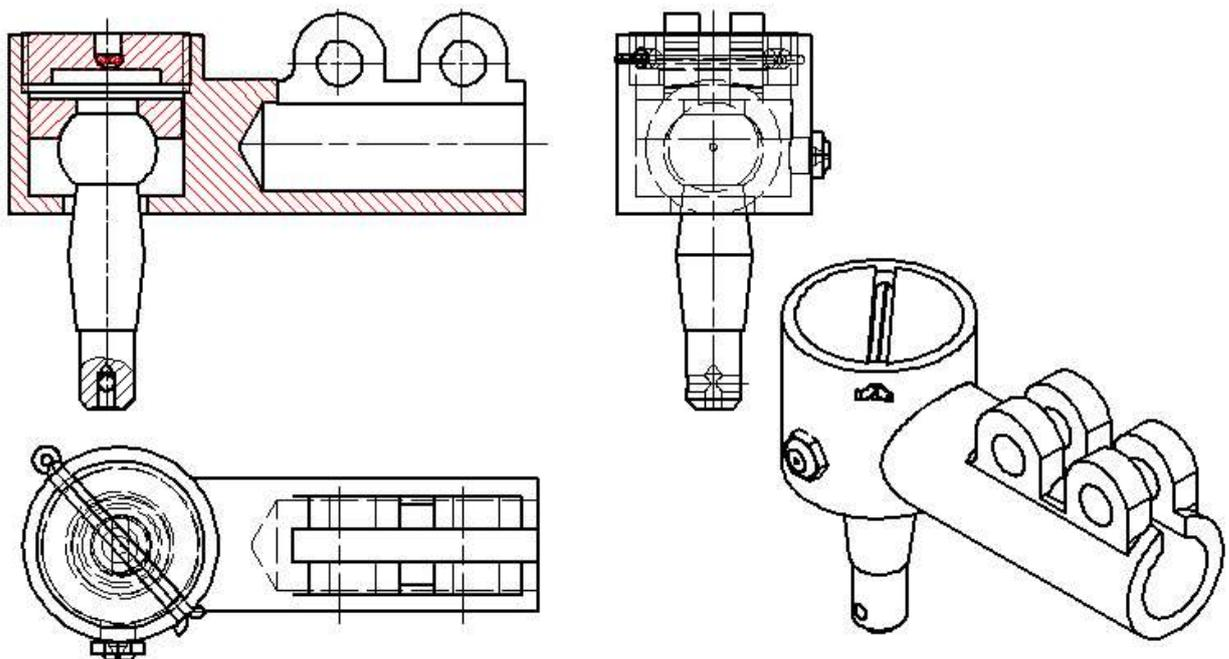

Рис. 50
8. Отключить слой видовых рамок Vports. Провести осевые линии. Проставить размеры в слоях с именами <имя вида> -dim, устанавливая соответствующие слои текущими (рис. 50).